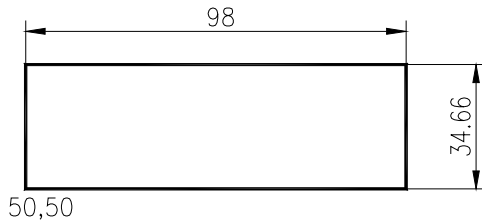
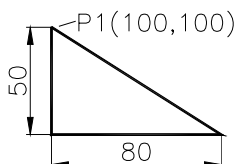

Fig. U2.14
Fig. U2.15
3. Se desenează dreptunghiul din Fig. U2.14. Specificați care dintre variantele de succesiuni ale dialogului comenzii *LINE* este corectă:
4. Se desenează triunghiul din Fig. U2.15. Specificați care dintre variantele de succesiuni ale dialogului comenzii *LINE* la desenarea triunghiului din Fig. U2.14 nu este corectă: